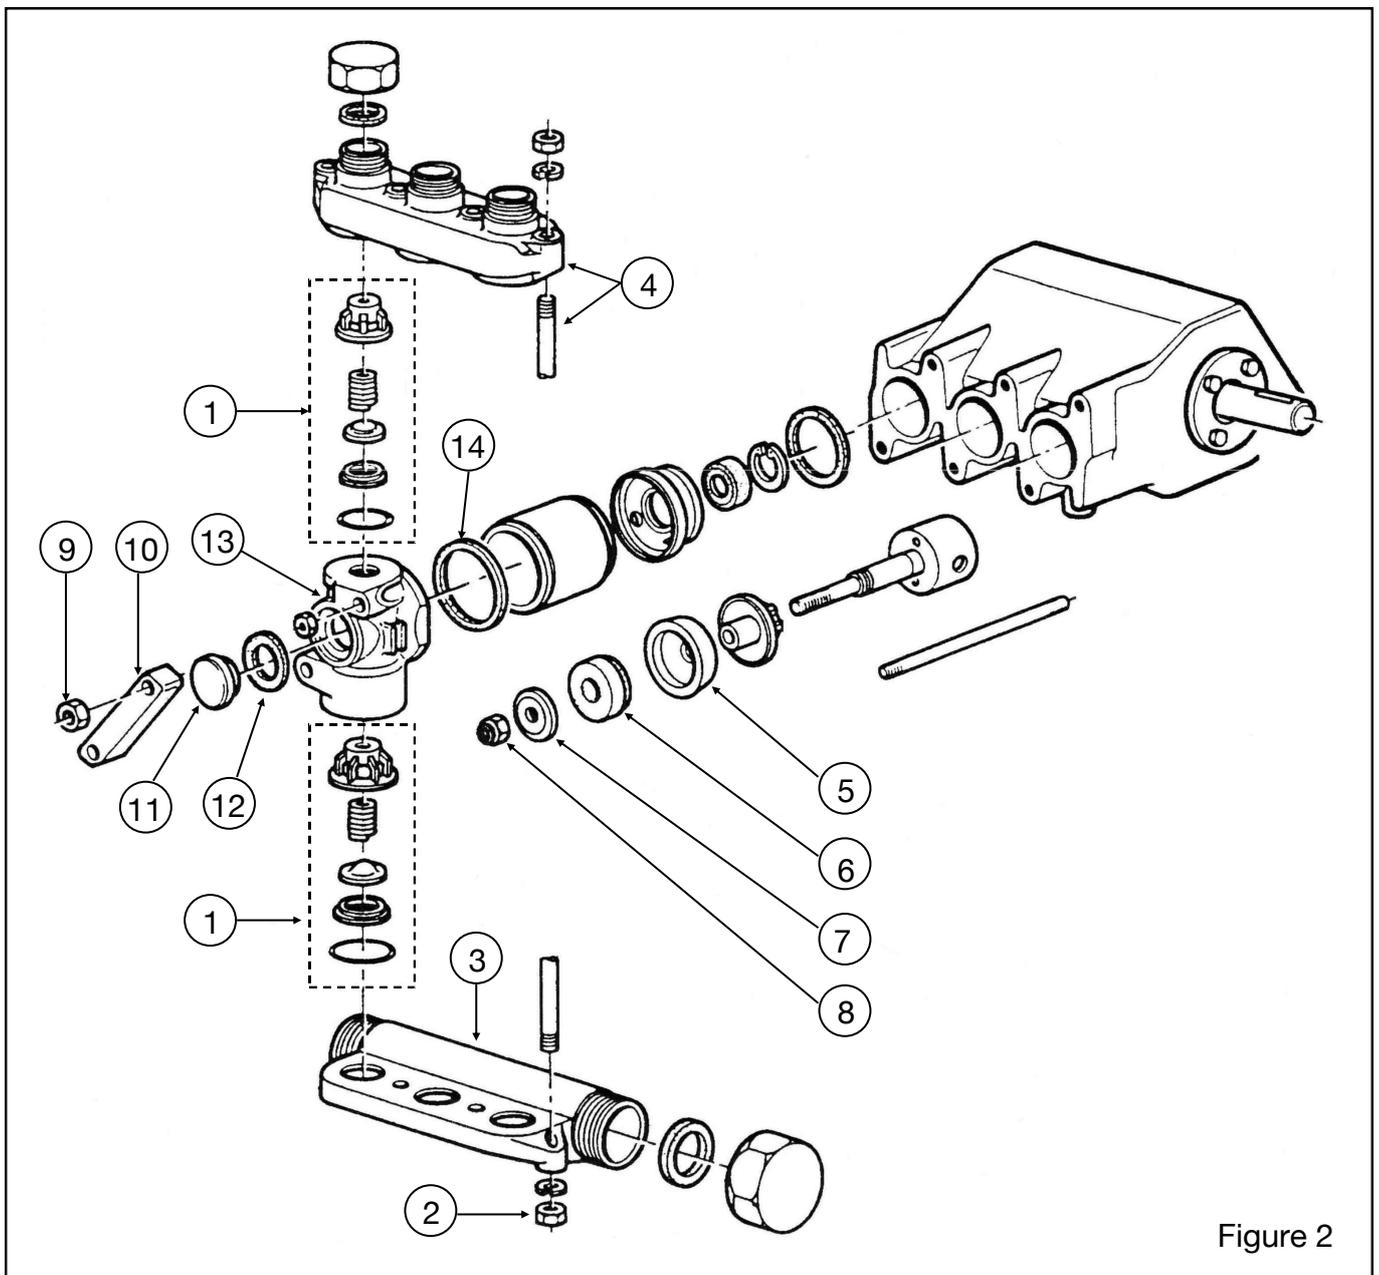

Figure 2
- Vérifier l'état des 6 ensembles de clapets (Rep.1 - figure 2).
- Dévisser les 4 écrous (2).
- Retirer le collecteur d'aspiration (3).
- Retirer l'ensemble collecteur de refoulement (4) et ses 4 tirants.
- Démonter les 6 ensembles de clapet (1), les nettoyer à l'essence, avant remontage les huiler légèrement.